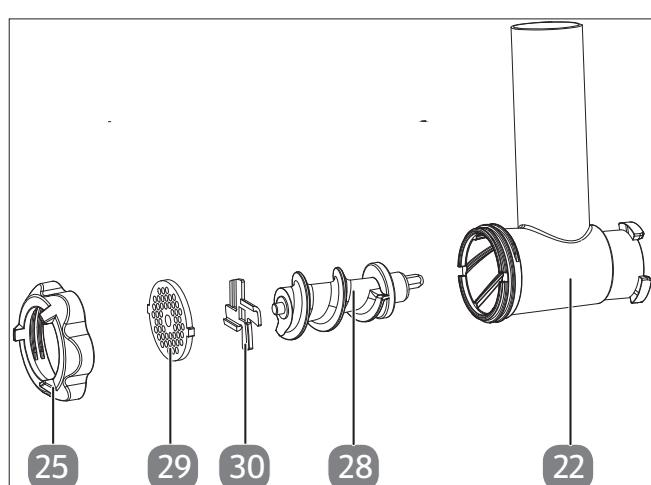

Fig. 17 – Accessori per tritacarne
1. Posizionare la lama a croce con i bordi taglienti rivolti verso l'esterno in direzione dell'asse e quindi assemblare il tutto con la piastra forata nella sequenza indicata (vedere Fig. 17).